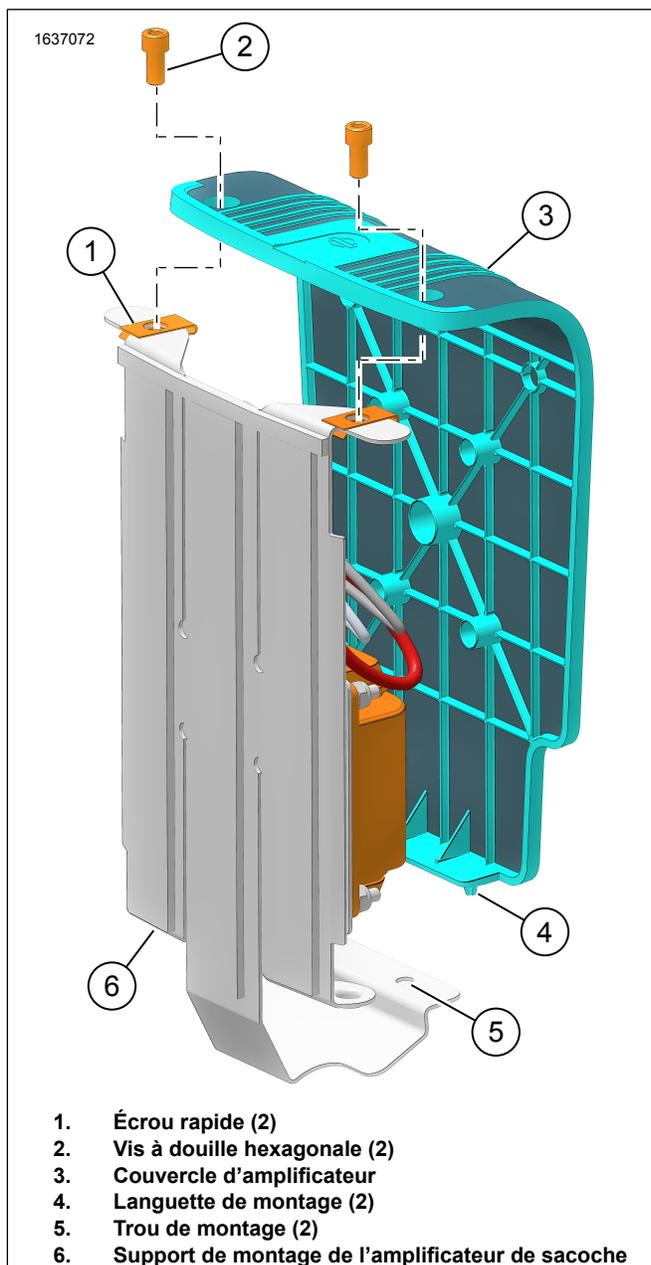

Figure 14. Couvercle d'amplificateur
17. Figure 14 Installer le couvercle de l'amplificateur (3).
18. installer les vis (2). Serrer.